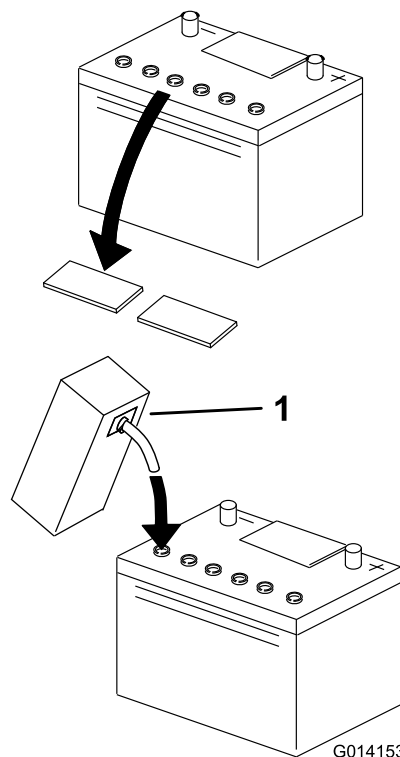

Figura 4
4. Limpe a parte superior da bateria e retire as protecções das aberturas de ventilação (Figura 4).
5. Encha cuidadosamente cada célula com electrolito até ao nível adequado (Figura 4).
- Se necessário, encha cuidadosamente cada célula até ao nível adequado (Figura 4).